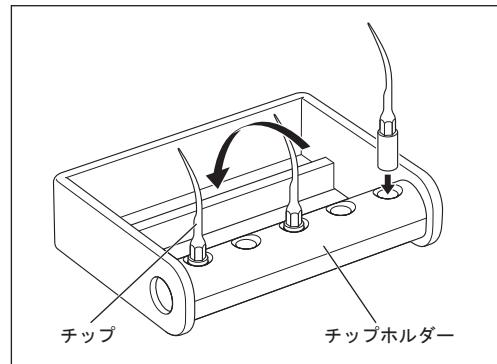

図63
- ・チップホルダーはオートクレーブ滅菌可能です。最大5種類のチップまで同時に滅菌することができます。滅菌の際は、矢印の方向にチップを倒して使用してください（図63）。